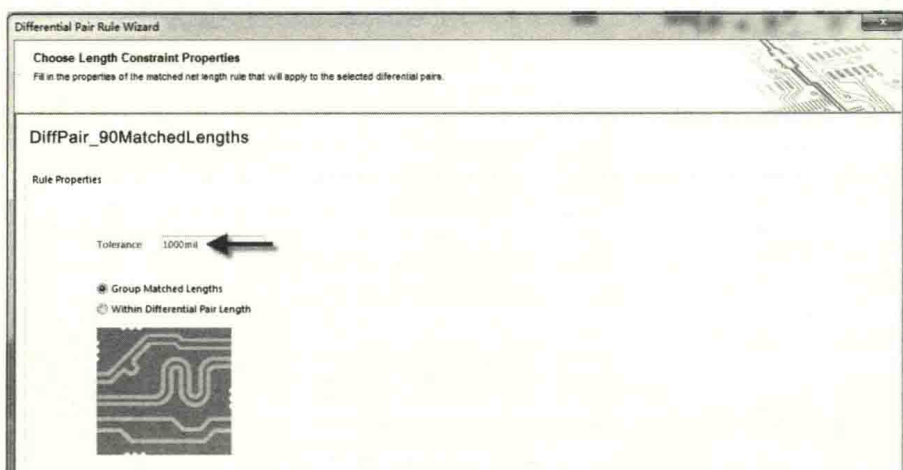

图 9-41 设置差分组误差
② Group Matched Lengths: 误差要求是以组为单位进行设置的, 如果对差分阻抗误差要求严格, 可以减小其填入的数值, 在要求不严格的情况下可以采取默认的 1000mil, 如图 9-41 所示。